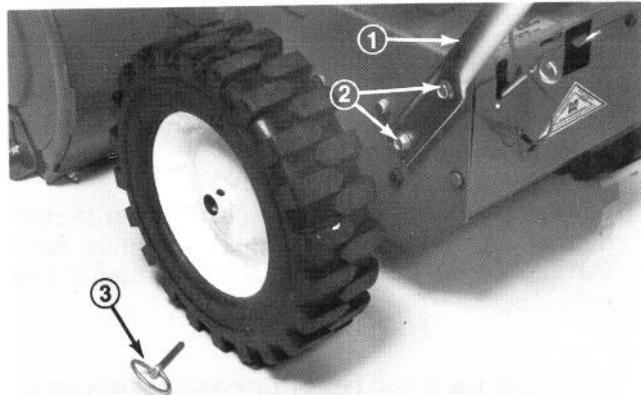

Figure 1
3. Mettez le mancheron gauche en position sur le côté de la machine, alignez les trous de montage du mancheron avec les trous dans la plaque latérale et fixez à l'aide de deux vis à collerette que vous serrerez avec les doigts (Fig. 1).
Remarque: la goupille de retenue de la roue peut être retirée et la roue déplacée vers le bout de l'essieu pour obtenir un plus grand dégagement (Fig. 1).